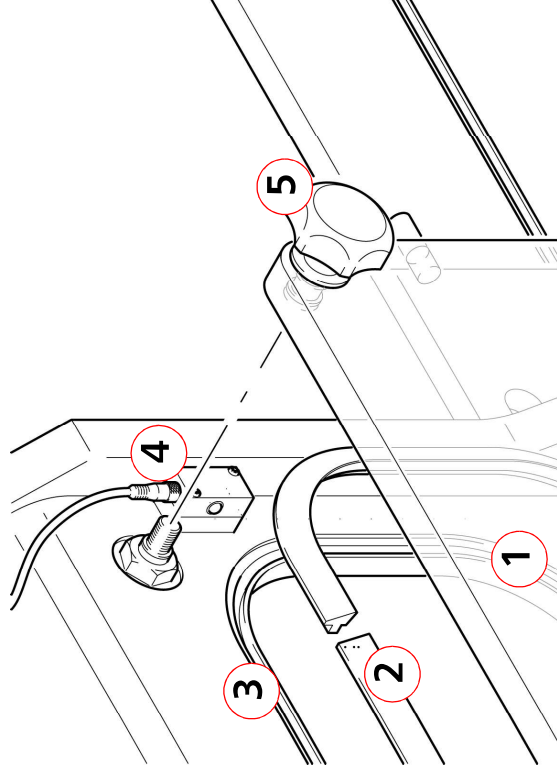

Bild 6-1
Diese Baugruppe (Bild 6-1) besteht aus folgenden Komponenten:
a) wöchentlich (Bild 6-1)